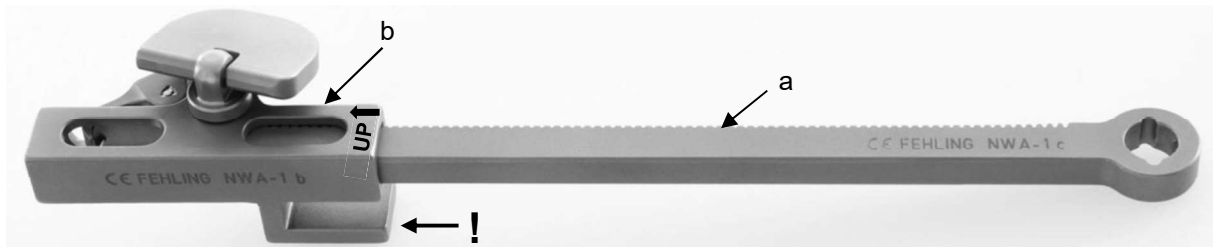

Abb. 7
**Wichtig:** Der Fixierschlitten (b) ist so auszurichten, dass sein U-Profil zur Wirbelsäule hin offen ist (Abb. 7).